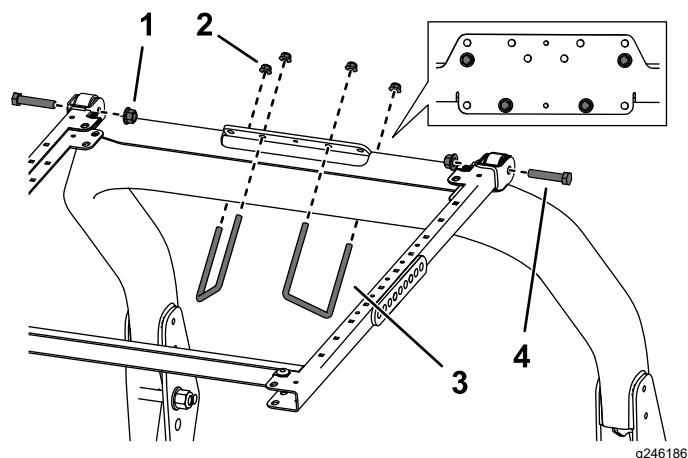

Figura 38
6. Posizionate la staffa di montaggio del ROPS sulla parte superiore del roll bar del trattorino (Figura 38). Assicuratevi che il roll bar sia centrato sulla staffa di montaggio del ROPS.
7. Utilizzando i fori di montaggio illustrati nella Figura 38, montate la staffa di montaggio del